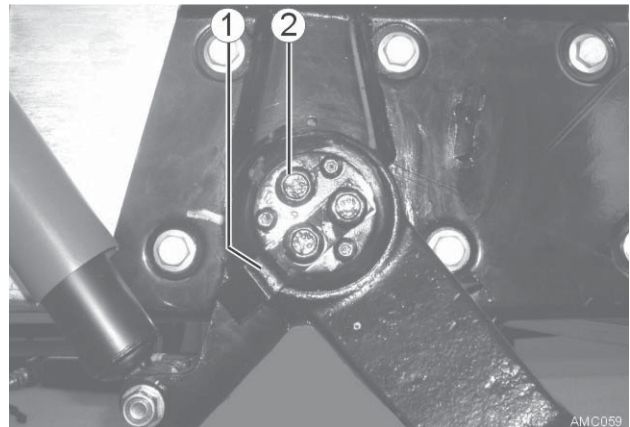

Bild 15
4. Drei Sechskantschrauben M10x16 (Bild 15 - 2) herausschrauben und mit Bremsseilhalter (Bild 15 - 1) abnehmen.